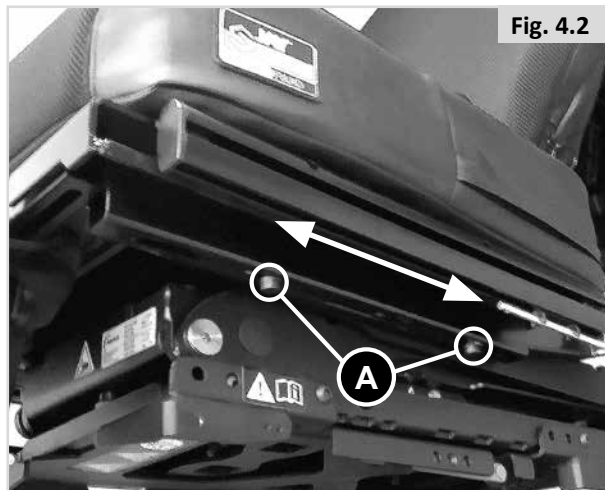

Fig. 4.3
- Monte a placa de montagem de profundidade extra do assento em SD 530 mm para maior estabilidade da guia comprida de assento, Fig. 4.3.